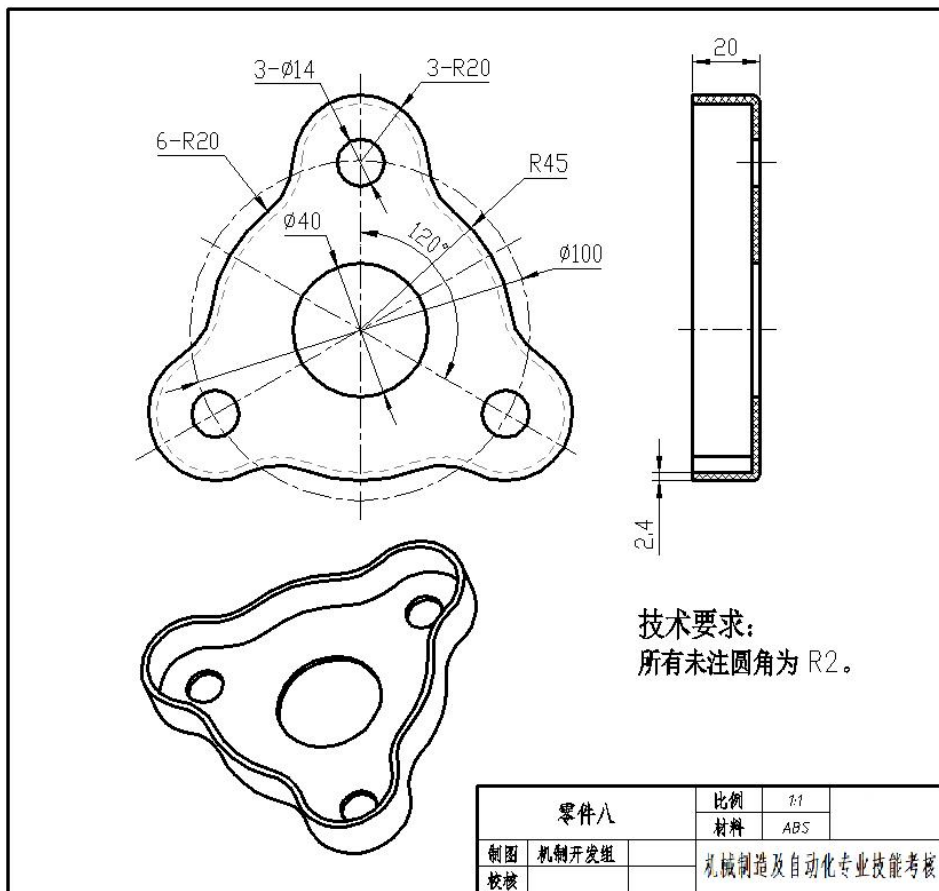

图3-1-8 零件八
某企业需要生产如图3-1-8的零件，要求该企业机械制造工程技术人员、质量管理工程技术人员、机械设计工程技术人员在电脑上用Pro/ENGINEER、UG NX、SolidWorks等三维软件完成该零件的三维模型及工程图绘制，最终结构要素的形状、尺寸要求等以图纸标注为准。生产过程中按“6S”规范文明生产。
- 3) 根据图3-1-8所示尺寸完成零件八的三维建模及工程图绘制；